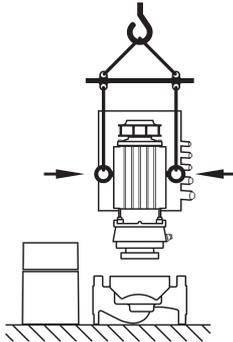

Fig. 9: Transport des Motors
- Falls erforderlich, z. B. im Reparaturfall, können die Transportösen vom Motorflansch zum Motorgehäuse versetzt werden (siehe z. B. Fig. 9). Vor Montage der Transportösen am Motorgehäuse die Abstandshalter aus den Öffnungen für die Transportösen (Fig. 7, Pos. 20b) herausschrauben (siehe Kapitel 10.2.1 „Gleitringdichtung wechseln“ auf Seite 49).
- Werden oder sind die Transportösen vom Motorflansch versetzt und am Motorgehäuse montiert, so sind sie nur zum Tragen bzw. Transport des Einstecksatzes (Fig. 9) zugelassen, nicht aber zum Transport der ganzen Pumpe sowie nicht zum Trennen des Einstecksatzes vom Pumpengehäuse.